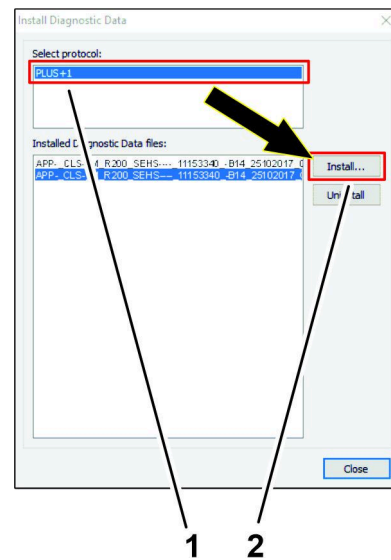

Figure 54
2. Dans la boîte de dialogue Sélectionner un protocole, cliquez sur l'icône PLUS+1 puis sur l'icône INSTALLER (Figure 54).